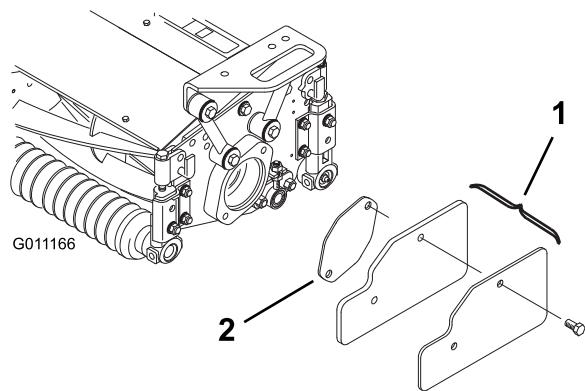

Figura 23
2. Retire los pesos y la junta (Figura 23) del extremo interior de la unidad de corte derecha.